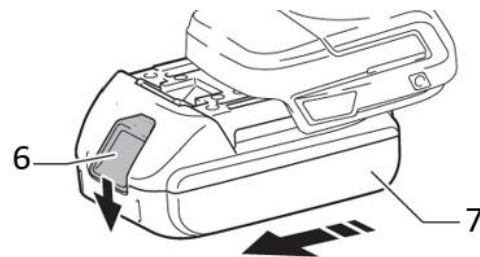

РИСУНОК 2.1.1. Установка и снятие аккумуляторного блока.
1. Для снятия аккумуляторного блока «7» нажмите кнопку «6» (рисунок 2.1.1.) извлеките блок.